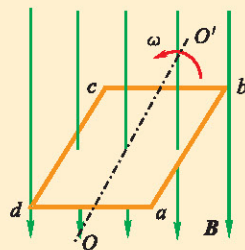

图 2-1-10
2. 如图 2-1-10 所示, 单匝线圈  $ab$  边长为 20 cm,  $bc$  边长为 10 cm, 绕垂直于磁场方向的轴  $OO'$  匀速转动, 转速为 50 r/s, 设磁感应强度  $B$  为 0.01 T. 求: